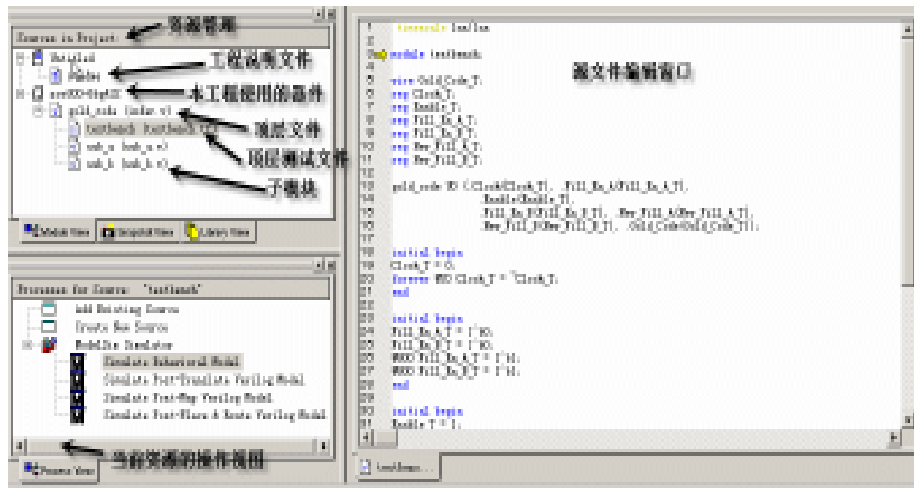

图3-3 在 ISE 中打开“gold_code_ver_217”工程项目
3. 在资源管理窗口（Source in Project）中的模块视图（Module View）中选中测试文件“testbench.tf”，在相应的当前资源操作窗口（Processes for Current Source）中将会出现与 ModelSim 仿真器相关的行为仿真（Simulate Behavioral Verilog Model）、翻译后仿真（Simulate Post-Translate Verilog Model）、映射后仿真（Simulate Post-Map Verilog Model）和布局布线后仿真（Simulate Post-Place & Route Verilog Model）等 4 个不同的操作选项，如图 3-3 所示。